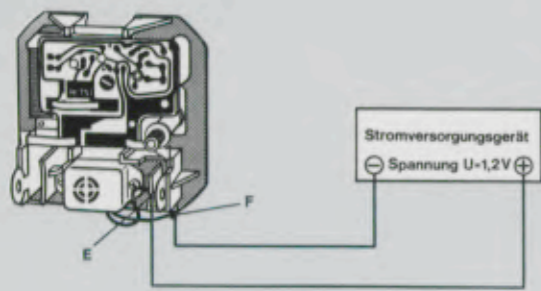

Abb. 9
a) Überprüfen des Summers (Abb. 9)